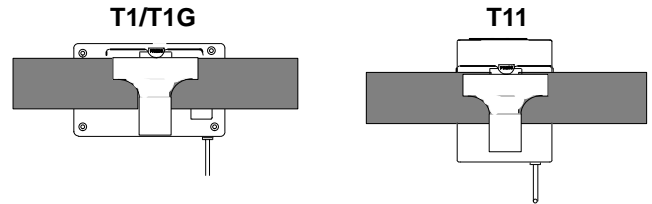

ABBILDUNG 6. EINRICHTUNG DES SENDERS
- Den Sender am Gürtel, Gitarrenzug oder Hosen-/Rockbund anbringen; siehe Abbildung 6. Die mit DRÜCKEN (PRESS) markierte Lasche niederdrücken und den Gürtel oder Gurt zwischen dem Sendergehäuse und dem Gürtelhalter durchschieben. Um bessere Stabilität zu erreichen, den Gurt oder Gürtel zum oberen Draht des Halters ziehen, vor allem, wenn dünne Gitarrengurte verwendet werden.